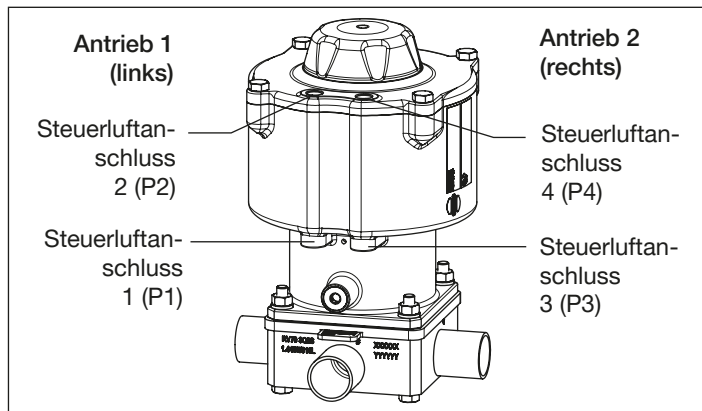

Fig. 24: Pneumatischer Anschluss
5) Antriebszuordnung siehe „Fig. 24“